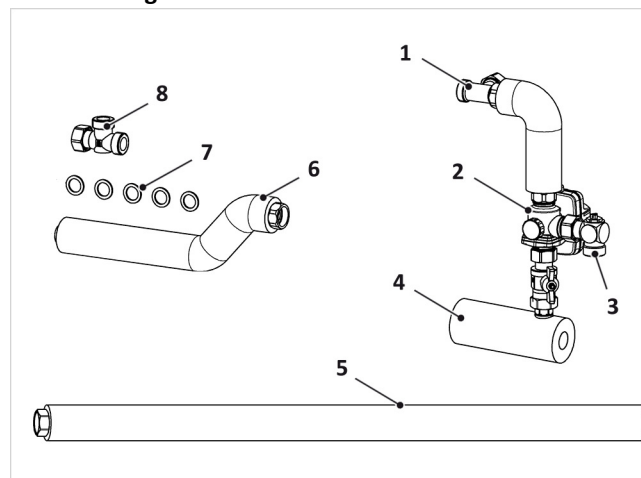
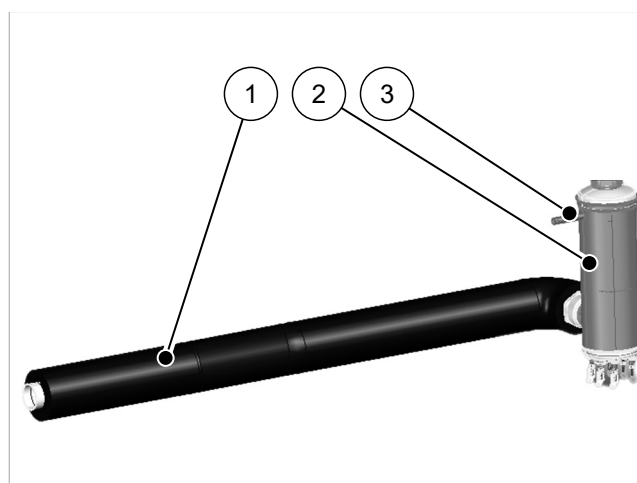

Abb. 12: Montagepack LM WP 3-W Ventil
Abb. 17: Heizpatrone mit WP-Vorlaufrohr
Bei der Kombination des SolvisMax Solo mit der SolvisMia oder SolvisLea Eco ist im Lademodul WP-SL zusätzlich die mitgelieferte Heizpatrone (HPT) in den Wärmepumpen-Vorlauf zu integrieren. Dieser „Montagepack LM WP-SL HPT“ (→ Abb. 17) ersetzt hier das „Anschlussrohr WP-VL“, vgl. → Abb. 12 (5).